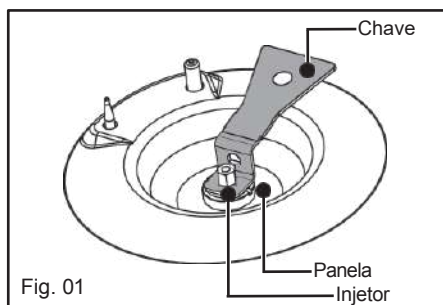

Fig. 01
- Com a chave fornecida, desaparafusar os injectores situados no fundo de cada recipiente e retirá-los (Fig. 01).